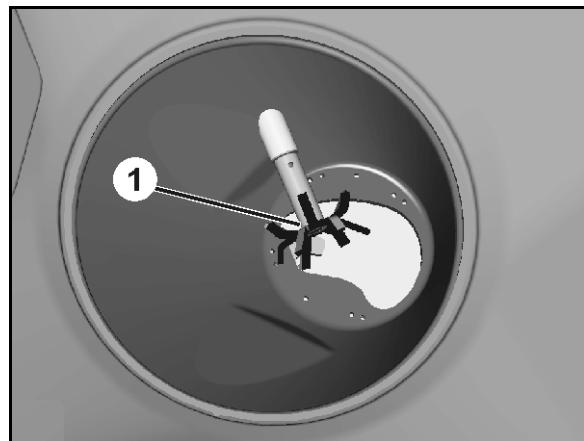

图 15
- 通过操作终端以电子方式进行设置。同时，由伺服电机控制的定量滑门（图 15/1）开启通道开口（图 15/2）的不同开口宽度。
- 用操纵杆（图 15/3）调节不同的开口（图 15/2）尺寸手动进行设置。每次所需的滑门位置可查看撒肥表或者用计算尺测得。
- 打开和关闭通道开口时，定量滑门通过液压工作（图 15/4）。